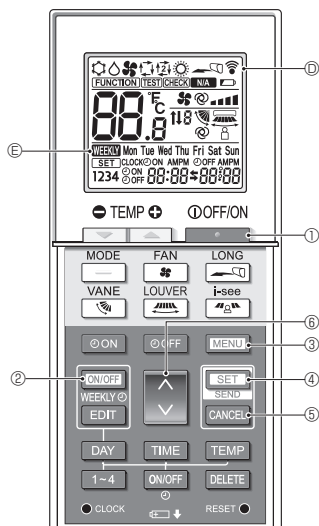
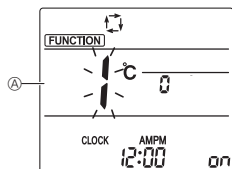
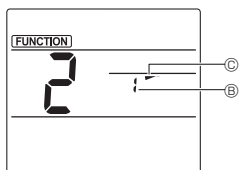
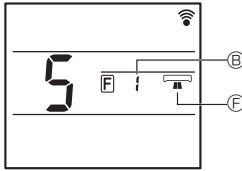

Fig. 5-1
Fig. 5-2
Fig. 5-3
Fig. 5-4
(Fig. 5-1, Fig. 5-2)
<A beállítások továbbítása> (Fig. 5-1)
<Kilépés a speciális műveletek módból> (Fig. 5-1, Fig. 5-2)
1. Az egyes funkciók működtetési képernyőjének megjelenítésekor nyomja meg a **[MENU]** gombot ③ vagy a **[CANCEL]** gombot ⑤.
- Megnyílik a Funkció képernyő, és a funkció száma ④ villogni kezd.
2. Nyomja meg a **[MENU]** gombot ③.
5.1. A rögzített légáramlási irány beállítása (Fig. 5-1, Fig. 5-3, Fig. 5-4)